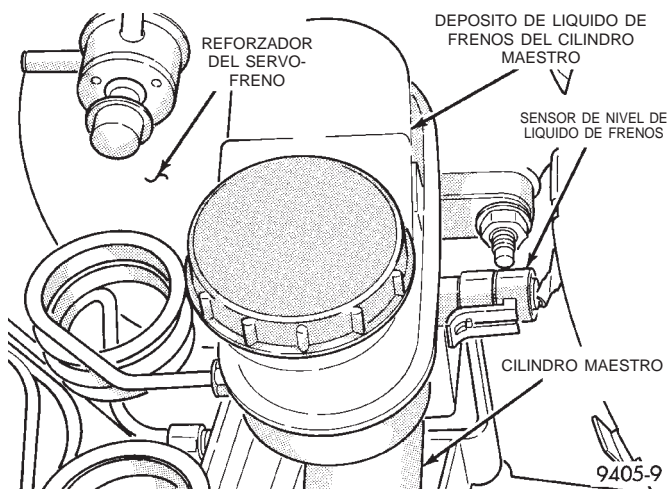

Fig. 114 Sensor de nivel de líquido del cilindro maestro
(1) En los vehículos que tienen instalado el sistema ABS, con el motor apagado, bombee el pedal de freno hasta que esté firme (4-5 golpes).
(2) Retire el conector del mazo de cableado del vehículo del sensor de nivel de líquido de frenos, situado en el depósito de líquido de frenos del cilindro maestro (Fig. 114).